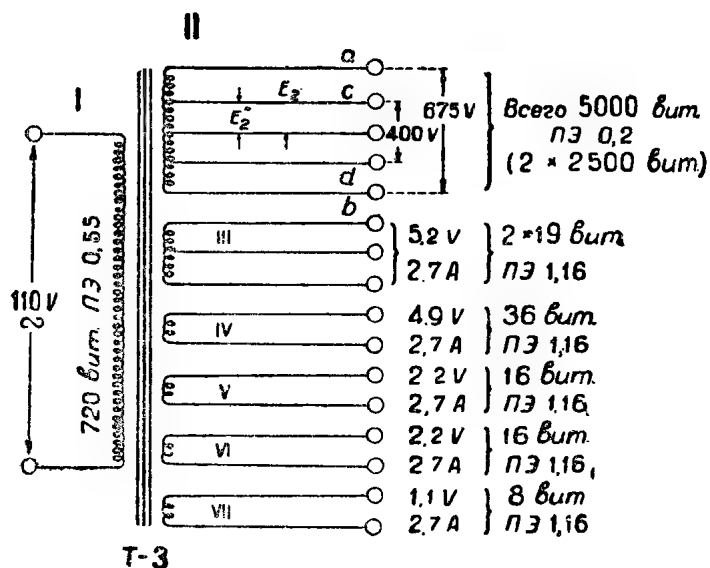

Рис. 1
Формула (4) соответствует использованию всей анодной обмотки (присоединение анодов к точкам  $ab$  на рис. 1).
Формула (5) соответствует включению части анодной обмотки (присоединение анодов к точкам  $cd$  на рис. 1).